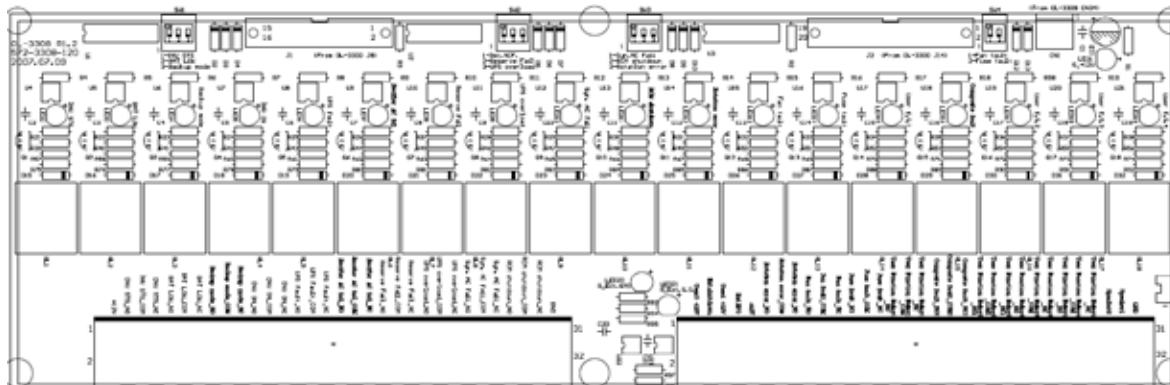

Рис. 5.7.1: Плата интерфейса «сухие» контакты
- (1) Плата «сухих» контактов РСВ-3308, вид сверху (рисунок 5.7.1)
- (2) Плата «сухих» контактов РСВ-3308, функциональное назначение указано в таблице 5.7.2.